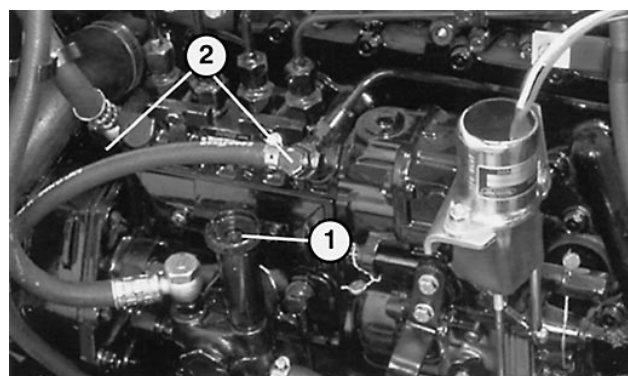

Figure 25
4. Tourner la pompe d'amorçage (Fig. 25) dans le sens contraire des aiguilles d'une montre jusqu'à ce que le ressort de l'ensemble pompe se relâche. Actionner la pompe jusqu'à ce que le carburant s'écoule régulièrement par le bouchon du filtre, puis resserrer le bouchon.
5. Desserrer d'environ 1 tour et demi le bouchon de purge de la pompe d'injection (Fig. 25). Actionner la pompe d'amorçage jusqu'à ce que le carburant s'écoule régulièrement par le bouchon de purge (Fig. 25), puis resserrer le bouchon.